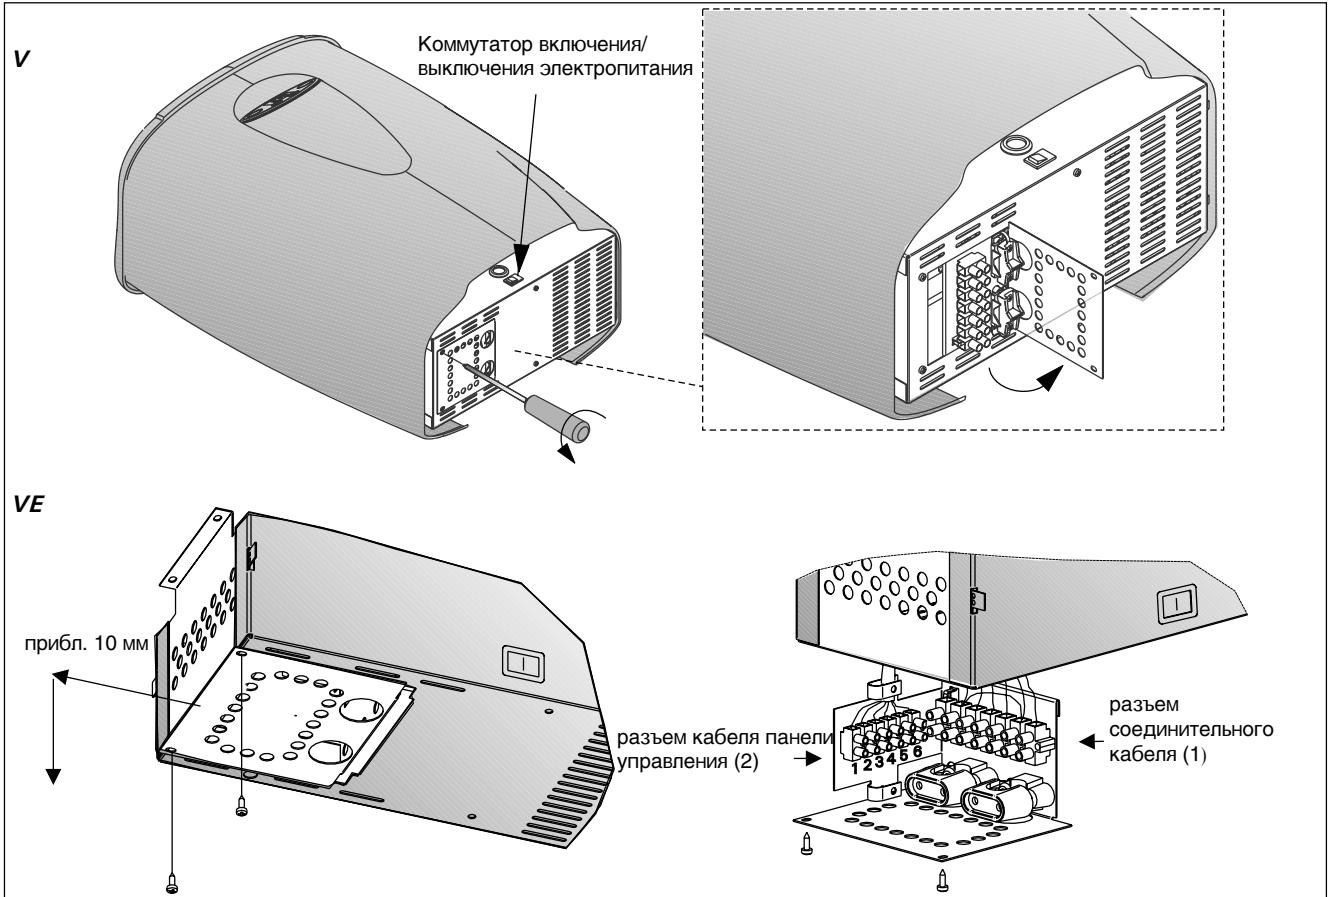

Рисунок 5. Подключение соединительного кабеля
Если использовать экранированный кабель, то панель можно отнести на превышающее 10 метров расстояние. Защитная обшивка экранированного кабеля должна быть заземлена, например, через металлический фиксатор кабеля в разьеме этого кабеля (рисунок 5). Удлинительный кабель должен иметь такое же или большее сечение, например, 6 x 0,5 мм2. Провода можно припаять или подключить к винтовым разъемам распределительной коробки. **Соседние провода не должны касаться друг друга в точках соединения.**
При монтаже удлинительного кабеля следует тщательно соблюдать порядок подключения проводов к колодке разьема каменки (2). См. рис. 5.
4. Свободный конец соединительного кабеля подключается к разьему панели управления (2). См. рис. 5. При подключении проводов кабеля очень важно соблюдать цветовую маркировку, как описано в разделе 3.1.1 «Подключение соединительного кабеля к каменке».